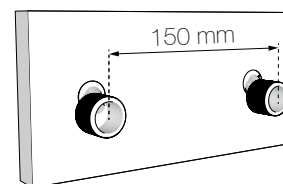

Figura 3 / Figure 3
- 3- Roscar los racores excéntricos (A) a los orificios de salida de agua situados en la pared, utilizando cinta de teflón para asegurar una correcta estanquidad, y ajustarlos hasta que la distancia entre las roscas esté a los 150 mm. necesarios para su conexión al mezclador (Figura 3).
- 4- Sobre los racores excéntricos (A), colocar los florones (D) y atornillar el mezclador a través de las tuercas (B), utilizando algún medio apropiado para no rayarlas y asegurándose de alojar las dos arandelas de goma (C) necesarias para obtener una buena estanquidad.